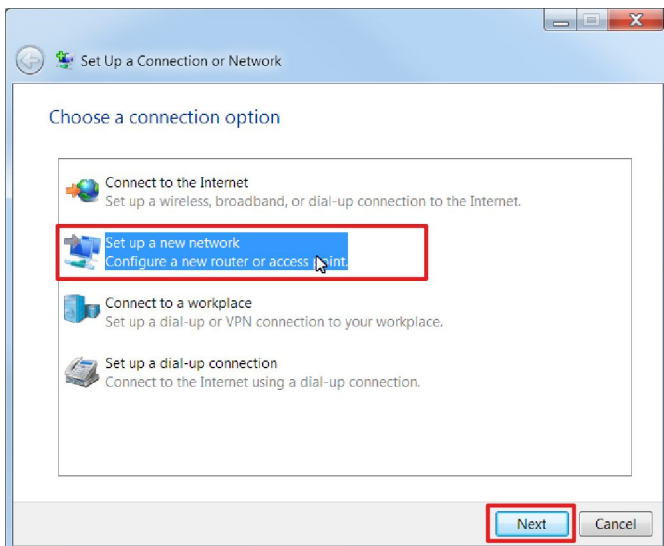

Fig. 11 : Configuration d'un nouveau réseau
3. ▶ Sélectionner « Configurer un nouveau réseau » (Fig. 11) et cliquer sur « Suivant ».